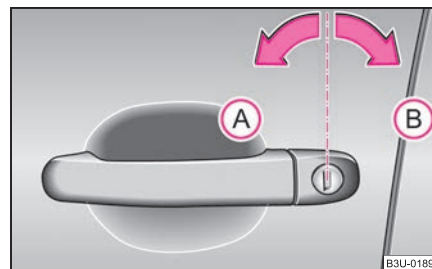

Abb. 22 Schlüsseldrehungen zum Auf- und Zuschließen
- Drehen Sie den Schlüssel im Schloss der Fahrtür nach links in die Öffnungsstellung (A) ⇒ Abb. 22. ▶
- Drehen Sie den Schlüssel im Schloss der Fahrertür nach rechts in Schließstellung (B) ⇒ Seite 35, Abb. 22.